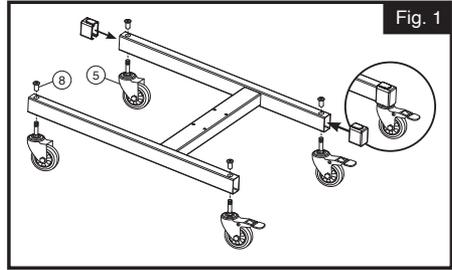

Fig. 1
1. Insérez les vis des roulettes de 3 pouces (5) dans les trous inférieurs du cadre de base (4). (Fig. 1)
2. Insérez les écrous M10 de tube dans (8) les trous supérieurs du cadre de base et serrez-les avec la clé hexagonale de 6 mm (12) et la clé de 16 mm (16).
3. Installez les couvercles d'extrémité du cadre de base sur les extrémités des pieds du cadre de base et appuyez fermement pour les verrouiller en place. (Fig. 1)
1. Inserte los tornillos de las ruedas de 3 pulgadas (5) a través de los orificios inferiores del marco de la base (4). (Fig. 1)
2. Introduzca las M10 tuercas del tubo (8) por los orificios superiores del marco de la base y apriételas con la llave hexagonal de 6 mm (12) y la llave de 16 mm (16).
3. Instale las tapas de los extremos del marco de la base en los extremos de las patas del marco de la base y presione firmemente para bloquearlas en su sitio. (Fig. 1)